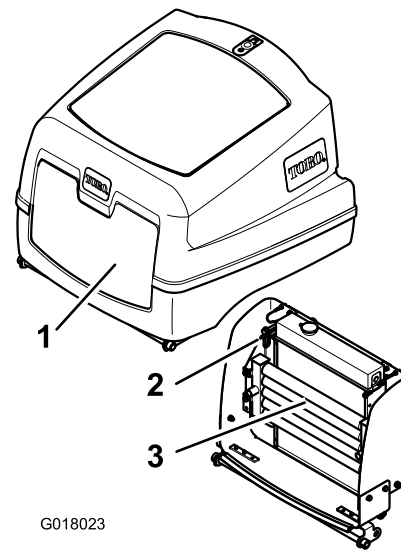

Figure 51
4. Déverrouillez et soulevez le capot moteur (Figure 51).